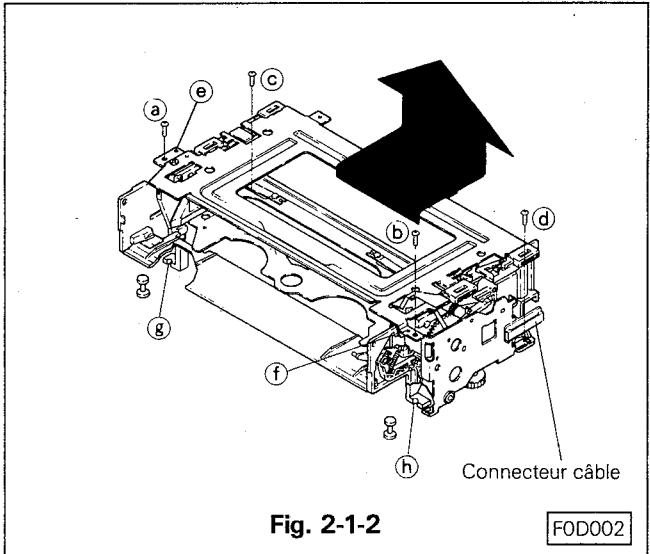

Fig. 2-1-2
- Dévisser les vis (Ⓐ, Ⓑ, Ⓒ et Ⓓ). Retirer le porte cassette dans le sens de la flèche. (Fig. 2-1-2)